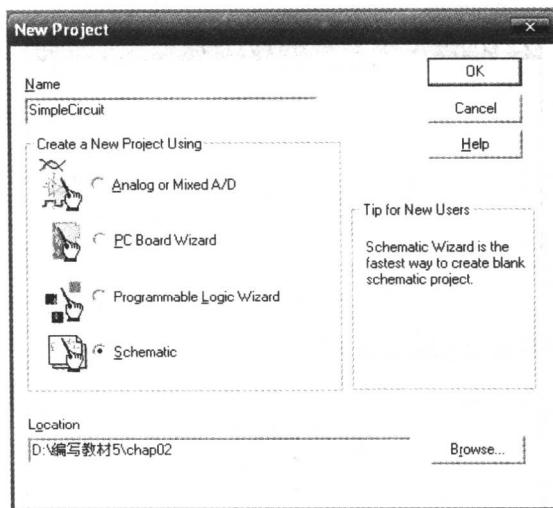
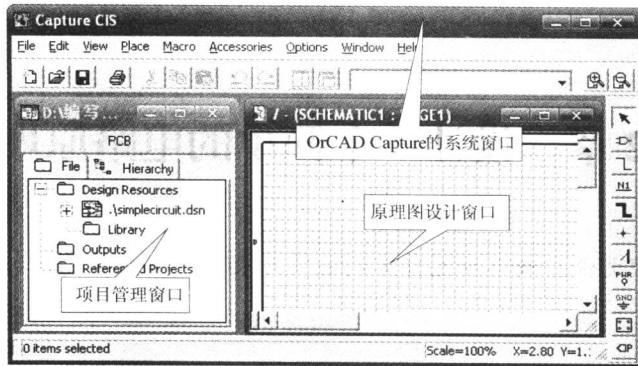
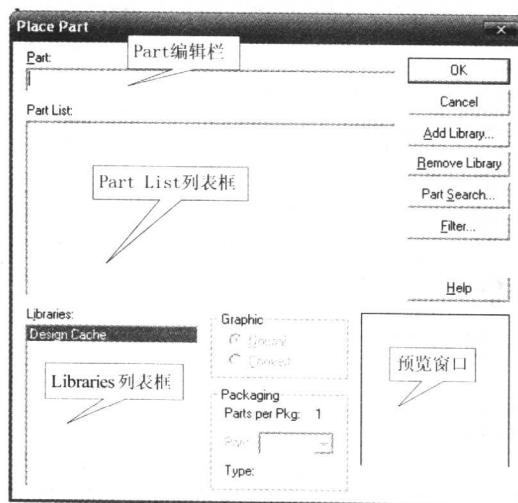

图 2-1 新建项目对话框
图 2-2 新建的项目
图 2-3 Place Part 对话框
2) 在 OrCAD Capture 系统中执行 File→New→Project 菜单命令，调出图 2-1 所示的新建项目对话框。
3) 在新建项目对话框的 Name 编辑栏中输入 SimpleCircuit，选中 Schematic 单选按钮，单击 Browse 按钮，选择新建项目的存放位置（图 2-1 所示的存放位置是 D:\编写教材 5\chap02），最后单击 OK 按钮关闭图 2-1 所示的对话框。
关闭图 2-1 所示的对话框后，立即在 OrCAD Capture 的系统窗口中显示 SimpleCircuit 的项目管理窗口和原理图设计窗口，并且原理图设计窗口是当前窗口，名称默认为 PAGE1，如图 2-2 所示。
原理图设计窗口可以是图 2-2 所示的线状栅格，也可以是点状栅格，初学者开始可以不关注这些。
从图 2-2 所示的项目管理窗口中可以看出，设计项目的名称不区分大小写。
- 4) 在图 2-2 所示的原理图设计窗口中，单击鼠标左键，使原理图设计窗口为当前窗口。
- 5) 在输入法为英文输入的情况下，按 P 键，或者执行 Place→Part 菜单命令，或者点击图 2-2 所示窗口右边的△按钮，都会调出图 2-3 所示的 Place Part 对话框。
如果是安装 OrCAD 之后第一次打开 OrCAD Capture，那么在图 2-3 所示的 Place Part 对话框中，Libraries 列表框中除了 Design Cache（设计缓存）外，没有显示任何库文件，所以用户需要添加系统自带的库文件或者用户自己设计的库文件。